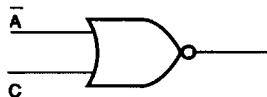

FIGURA 3-18
3. Diga cuál es la salida de la compuerta de la figura 3-18. [2]